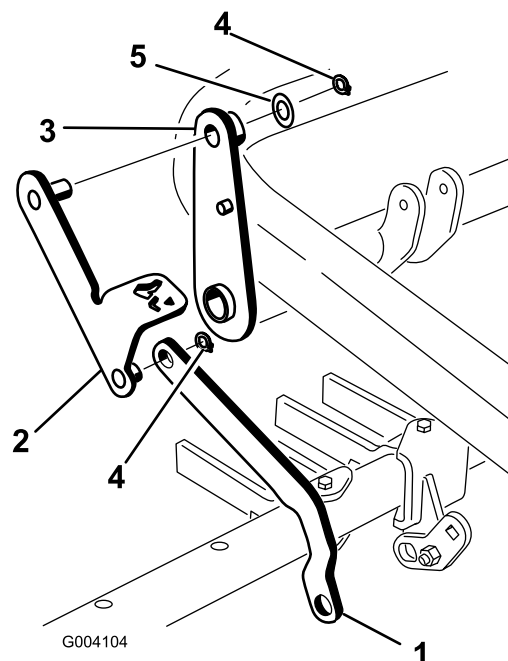

Figura 14
conjunto de la palanca del pedal, y fíjela con un anillo de retención (Figura 14).
4. Introduzca la clavija del otro extremo del conjunto de la palanca del pedal en la parte superior del conjunto de la palanca y sujételo usando una arandela (7/8 pulgada) y un anillo de retención (Figura 14).